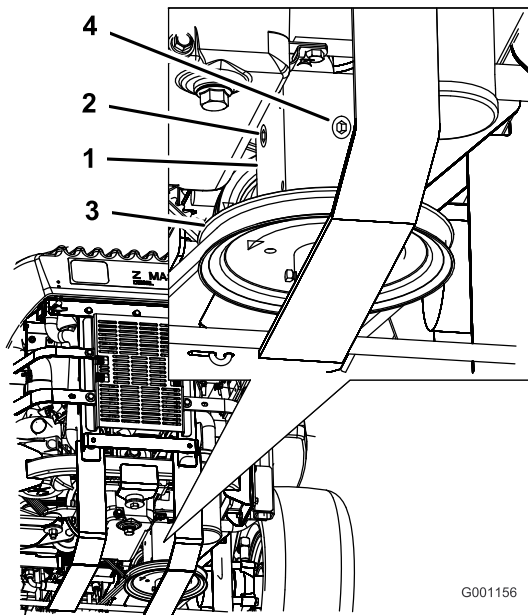

Bild 51
4. Nehmen Sie die Prüfschraube an der Seite oder hinten am Getriebe ab (Bild 51).